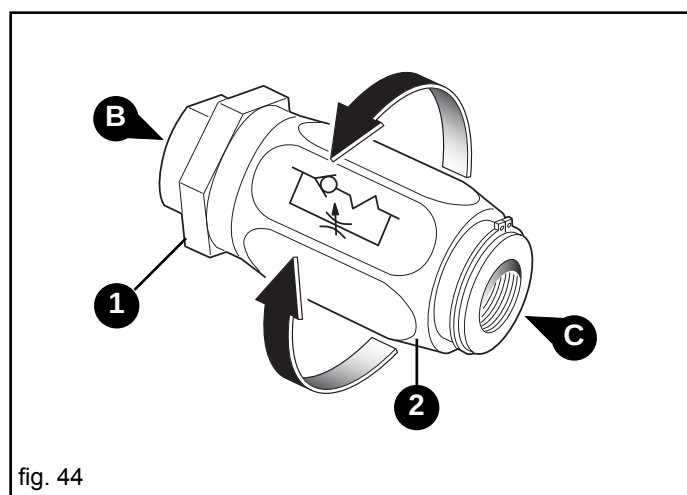

fig. 44
L'impianto oleodinamico è integrato con regolatori di flusso unidirezionali (Fig. 44) che permettono di regolare la quantità d'olio, in apertura od in chiusura secondo il senso di montaggio degli stessi.
- Flusso da **B** a **C** libero (Fig. 44);
- Flusso da **C** a **B** strozzato (regolato) (Fig. 44).